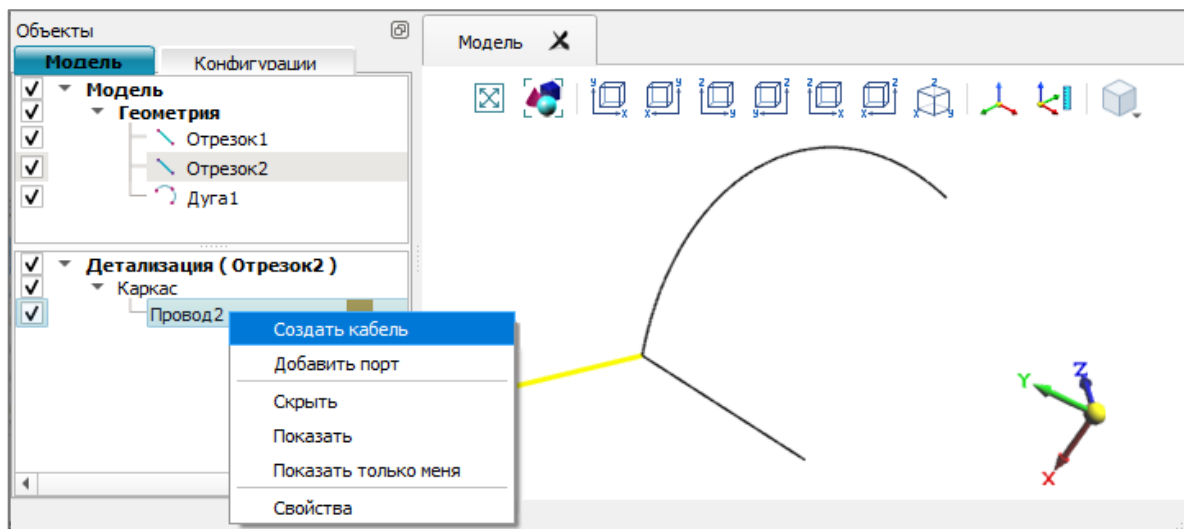

Рис. 60
11.2.2. В дереве «Детализация» каждой кривой соответствует элемент *Провод*. Для создания элемента модели *Кабель* выполнить команду контекстного меню провода «Создать кабель» (рис. 60).